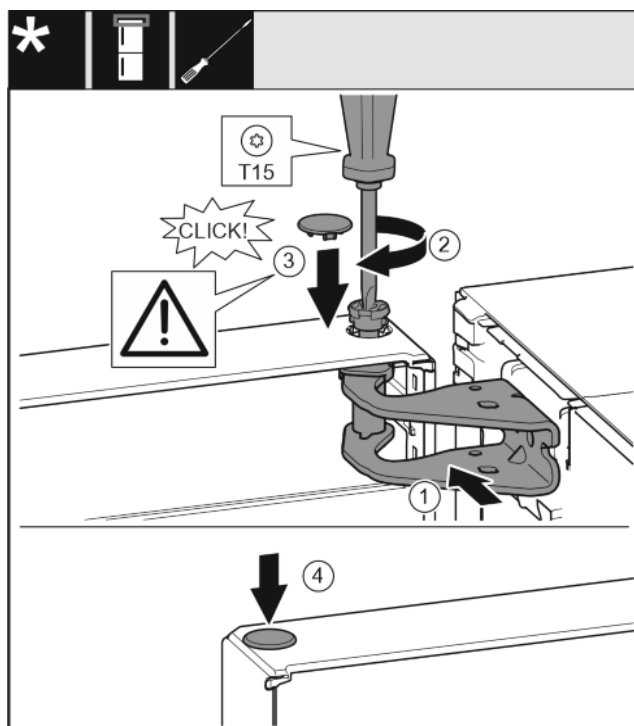

Fig. 17
- Dvere hore vyrovnajte s otvorom v ložiskovej konzole. Fig. 17 (1)
- Vložte čap a pevne ho priskrutkujte skrutkovačom T15. Fig. 17 (2)
- Namontujte poistný kryt pre poistku dverí: nasadíte poistný kryt a skontrolujete, či prilieha ku dverám. Inak čap vložte úplne. Fig. 17 (3)
- Nasadíte zátku. Fig. 17 (4)